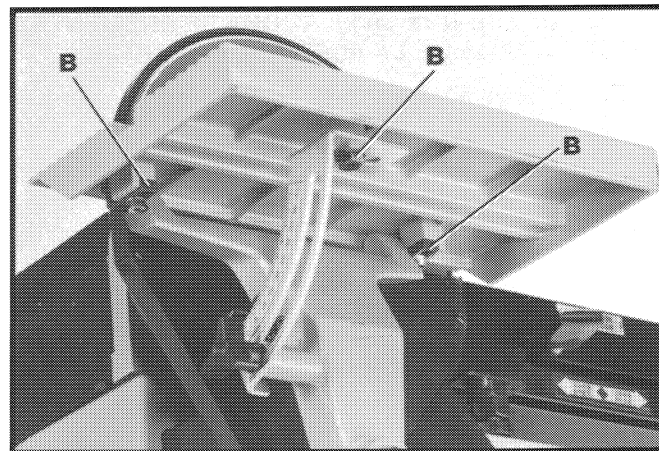

Fig. 31
3. Si resulta necesario efectuar un ajuste a la mesa, afloje los tres tornillos (B) Fig. 31 que afianzan la mesa al soporte de montaje de mesa y al muñón, y ajuste la mesa de la manera que corresponda, apretando después los tres tornillos (B).